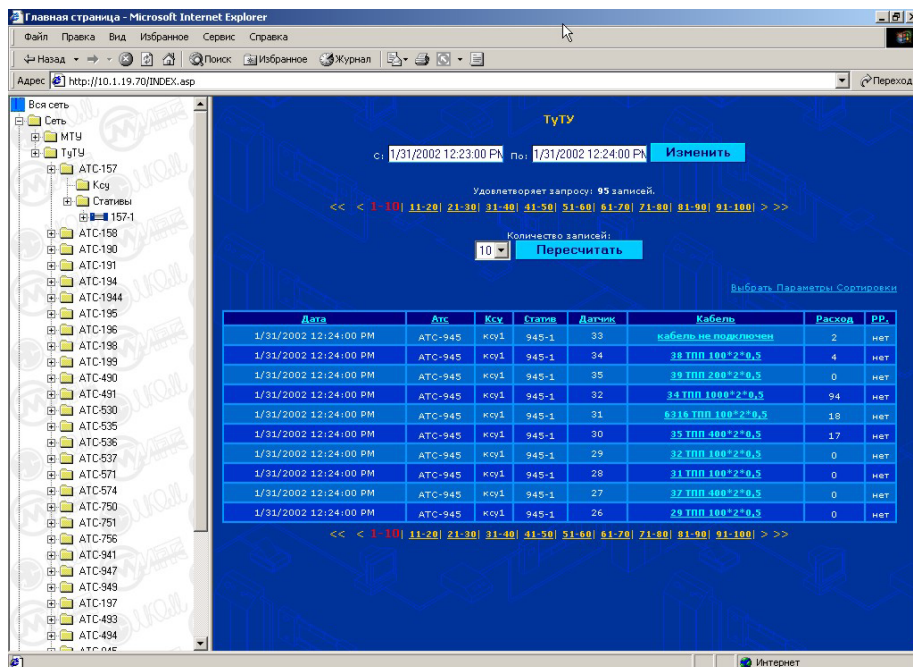

Рис. 5
5. **Web интерфейс** программы получения обработки и сортировки информации (доступен любому пользователю через обозреватель Internet Explorer) Рис. 5.